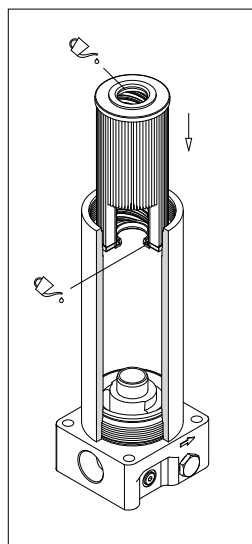

fig. 8
- (Fig. 8) Lubrificare con il fluido di lavoro le guarnizioni dell'elemento filtrante, quindi calzare l'elemento filtrante sul codolo. Prestare attenzione a non danneggiare la guarnizione.